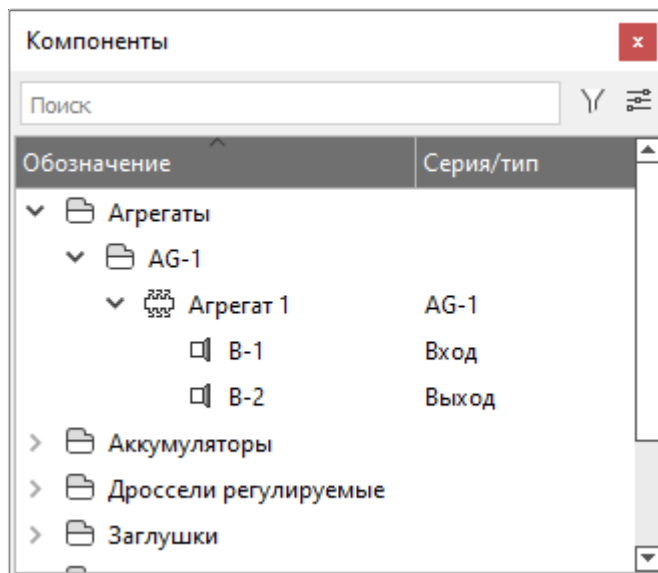

Рисунок 52. Плавающее окно «Компоненты»
- 4) Окно «Компоненты» содержит компоненты, на основе которых создаются элементы в проекте (см. рисунок 52).